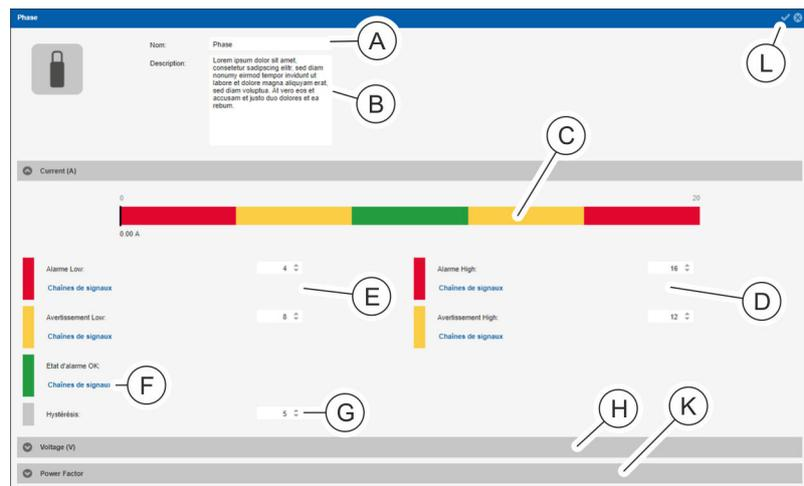

Fig. 126 : Affichage détaillé
4. ➤ Dans l'affichage détaillé, modifier si nécessaire la désignation de la phase (Fig. 126 /Ⓐ) et, si nécessaire, ajouter une description (Fig. 126 /Ⓑ).
5. ➤ Saisir une valeur pour « *Avertissement High* » et « *Alarme High* » dans la zone « *Current (A)* » (Fig. 126 /Ⓢ).
⇒ Les valeurs seuils sont affichées en couleur (Fig. 126 /Ⓢ).
8. ➤ Si nécessaire, affecter une chaîne de signaux (de manière similaire aux étapes 5 et 6) au paramètre « *État d'alarme OK* » dans la zone « *Current (A)* » (Fig. 126 /Ⓢ).
9. ➤ Saisir une valeur pour « *Alarme Low* », « *Avertissement Low* » et « *Hystérésis* » (en %) dans la zone « *Current (A)* » (Fig. 126 /Ⓢ et Ⓢ) et affecter une chaîne de signaux (de manière similaire aux étapes 5 à 7).
10. ➤ Répéter les étapes 5 à 9 pour la zone « *Voltage* » afin de régler la plage de tension (Fig. 126 /Ⓢ).
11. ➤ Répéter les étapes 8 à 9 pour la zone « *Power Factor* » (Fig. 126 /Ⓢ) afin de régler le facteur de puissance.
12. ➤ Appuyer sur le bouton « *Enregistrer* » (Fig. 126 /Ⓢ) pour confirmer la sélection.